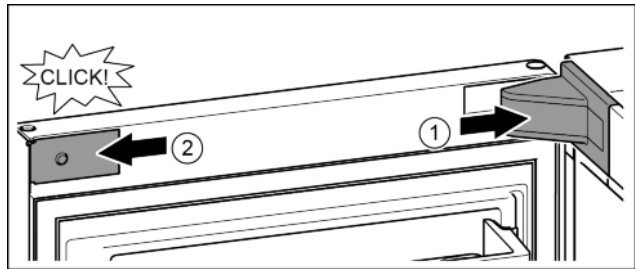

Fig. 25
- ▶ Nasadte kryt ložiskovej konzoly a zaistite, príp. opatrne roztláčajte. Fig. 25 (1)
- ▶ Zboku nasadte a zaistite kryt. Fig. 25 (2)